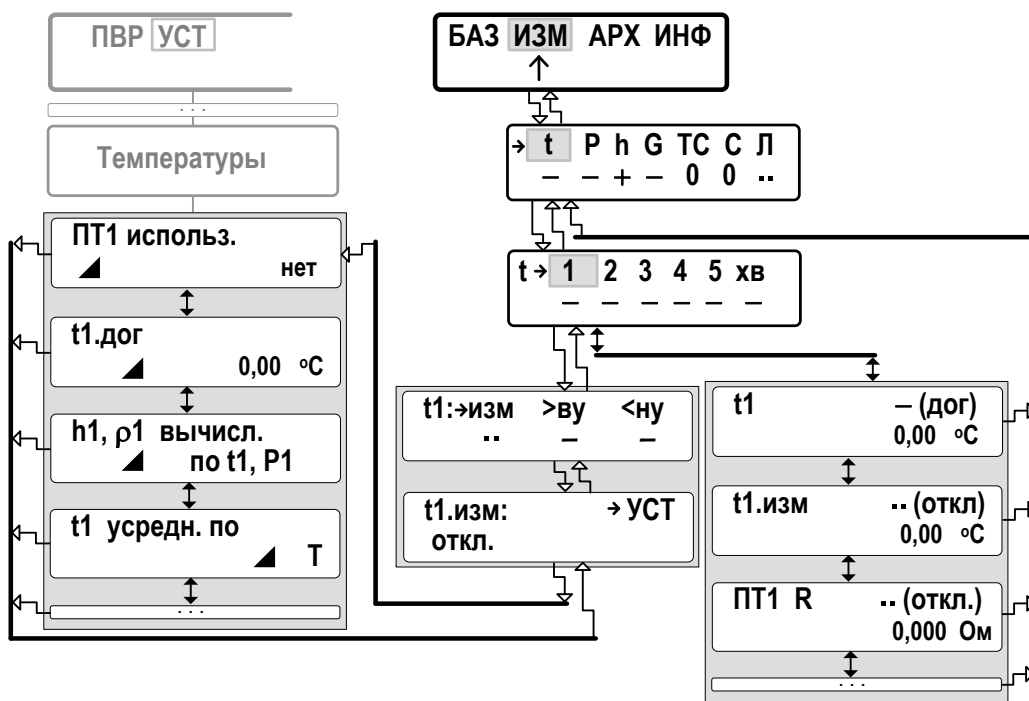

**Рис.17. Структура и возможные значения членов формулы условия для фиксации ситуации.**
6.6.3.2. Формула для формирования условия фиксации ситуации имеет структуру, показанную на рис.17.